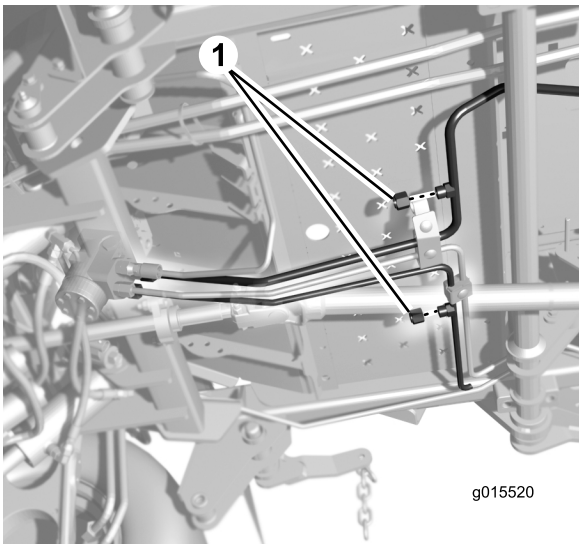

Bild 8
1. Stellen Sie eine Auffangwanne unter die Kappen an den Hydraulikschläuchen (Bild 8).
2. Entfernen Sie die Kappen von den Hydraulikschläuchen an der Maschine (Bild 8). Entfernen Sie die Kappen einzeln beim Befestigen der Schläuche, um nicht zu viel Hydraulikflüssigkeit zu verlieren.